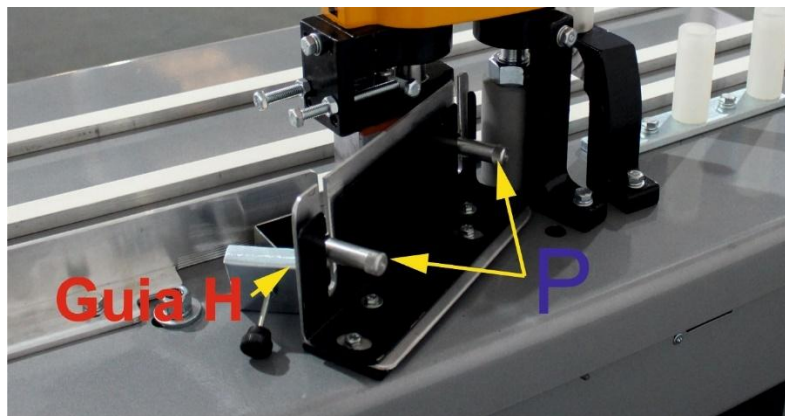

Figura 9 - Entrada da fita de borda
- Faça a regulação dos **rolos pressores de altura da fita (P)**, conforme a Figura 9, apoiando-os levemente sobre a fita.